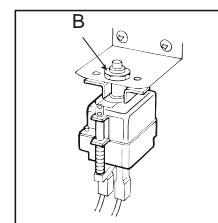

fig. 8
- 3) Entfernen Sie die Kabel des Thermostats und lösen Sie die Schraube (B - Abb. 8) desselben auf der Rückseite der Bedienblende.